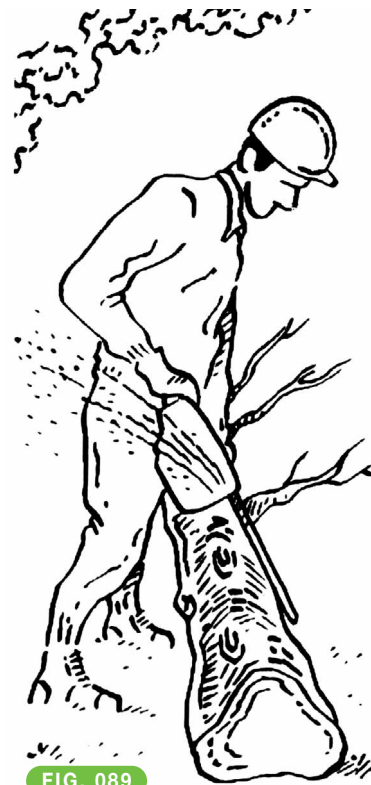

FIG. 089
- Colocarse en el lado opuesto del tronco, interponiendo el tronco entre la espada y las piernas y con la máquina lo más cerca posible de nosotros para que la espalda no sufra. **FIG. 089**